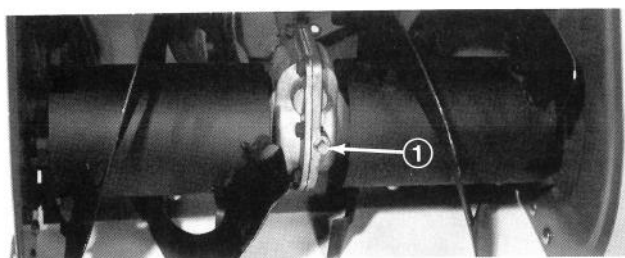

Figure 26
3. Nettoyez le tour du bouchon de vidange (Fig. 26) pour enlever toute saleté.
4. Placez le bac de vidange sous l'avant du carter d'engrenage de tarière et enlevez le bouchon à tuyau qui ferme ce carter (Fig. 26).
7. Reposez le bouchon à tuyau fermant le carter (Fig. 26).